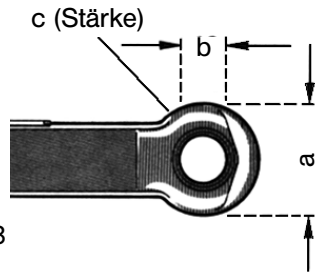

Abb. 3
Kontrolle: Der Kontrollstift (S) darf nach dem Einkuppeln **nicht** aus der Kontrollhülse **herausstehen**. Herausstehender Kontrollstift: nicht richtig eingekuppelt, **Unfallgefahr!** (s. Abb. 3)
6. Zugösen: Maße, Schwenkwinkel (s. Abb. 3)